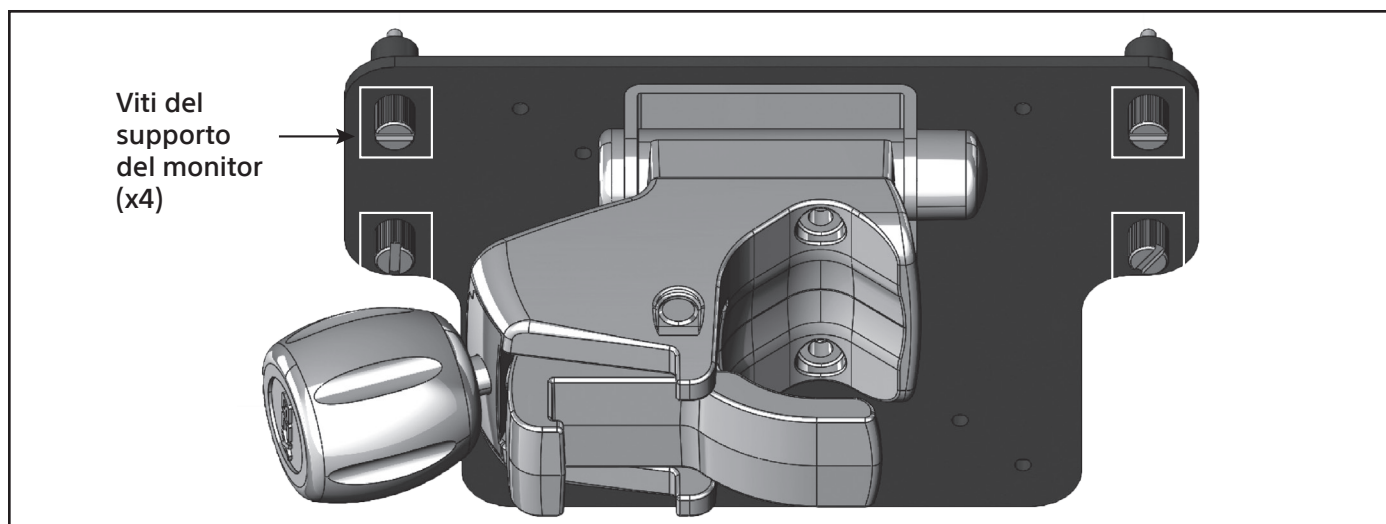
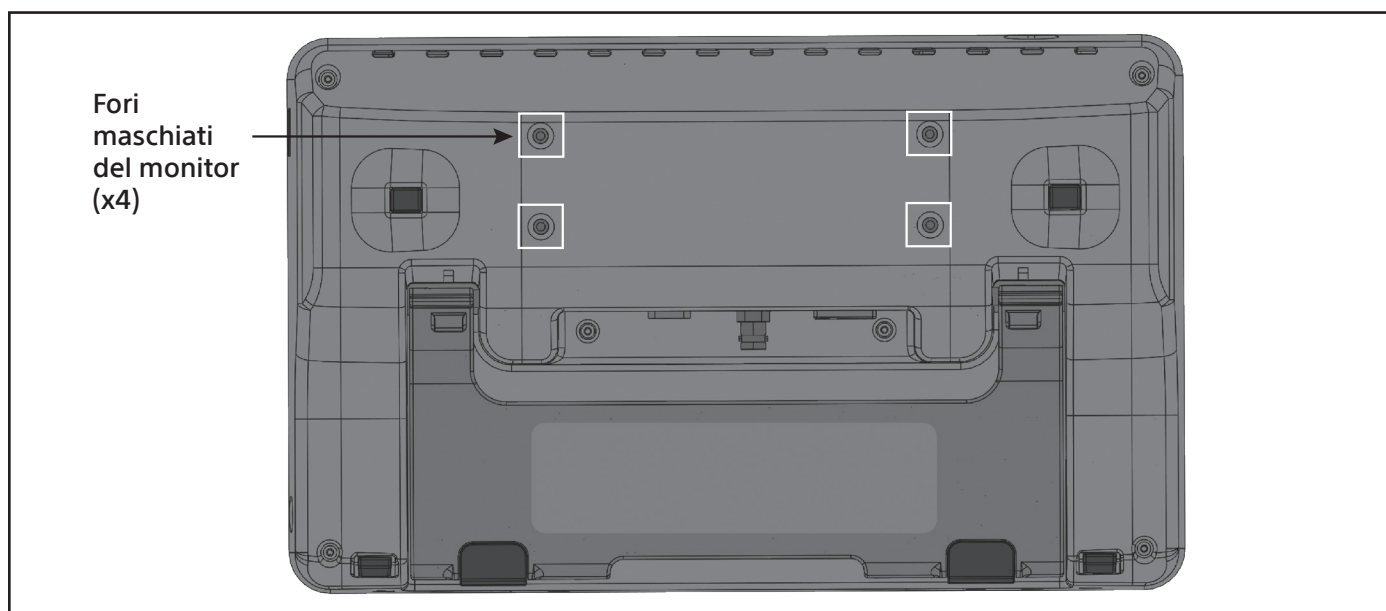

Figura 12. Allineare le viti del supporto del monitor
Figura 13. Fori maschiati del monitor
3. Allineare le viti del supporto del monitor (Figura 12) con i fori maschiati sul retro del monitor EXALT (Figura 13).